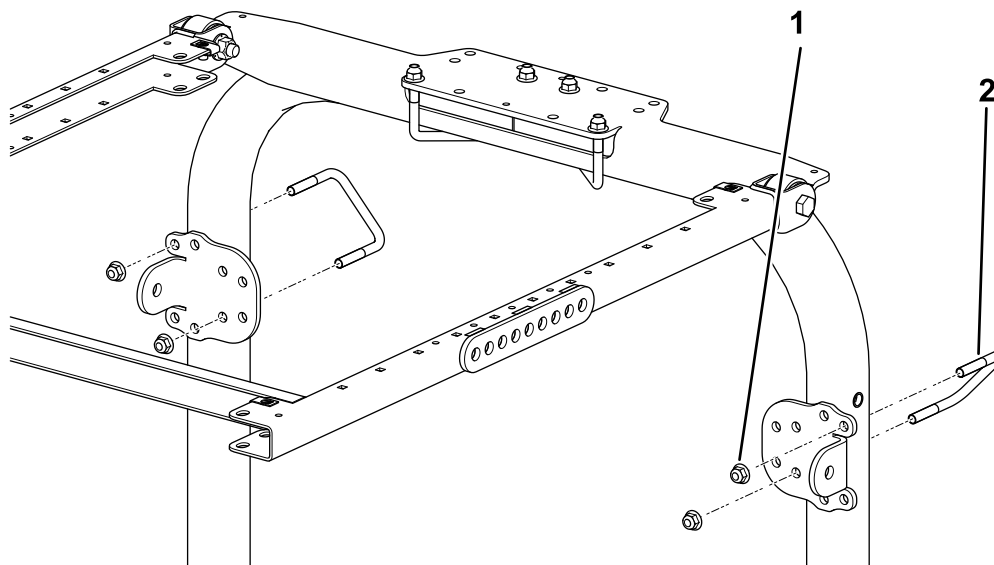

Figura 47
4. Utilizzando i fori di montaggio illustrati nella Figura 47, fissate, senza serrarla, ciascuna delle staffe di ancoraggio ai montanti del roll bar con un bullone a U (3 1/2" x 2 3/4") e 2 dadi flangiati.